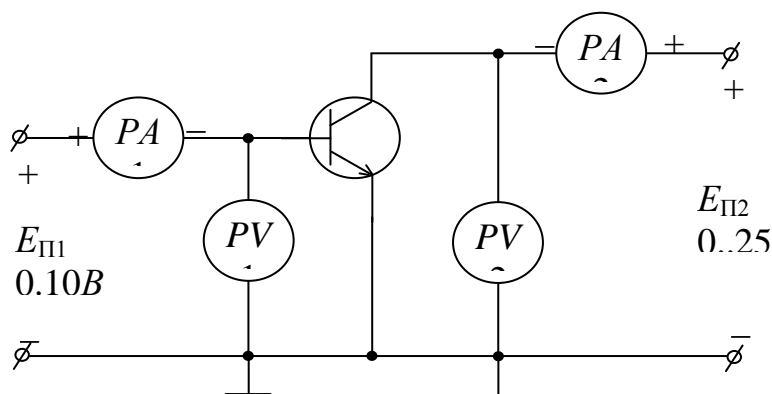

Рис.3.5.б. Схема включения  $n-p-n$  транзистора в схеме с ОЭ для снятия
10. Собрать схему для снятия характеристик транзистора при включении его по схеме ОЭ, изображенной на рис. 3.5, а или 3.5, б в зависимости от структуры транзистора. **ВНИМАНИЕ!** Общие точки вольтметров соединять согласно схеме.
Рис.3.5 а. Схема включения  $p-n-p$  транзистора в схеме с ОЭ для снятия